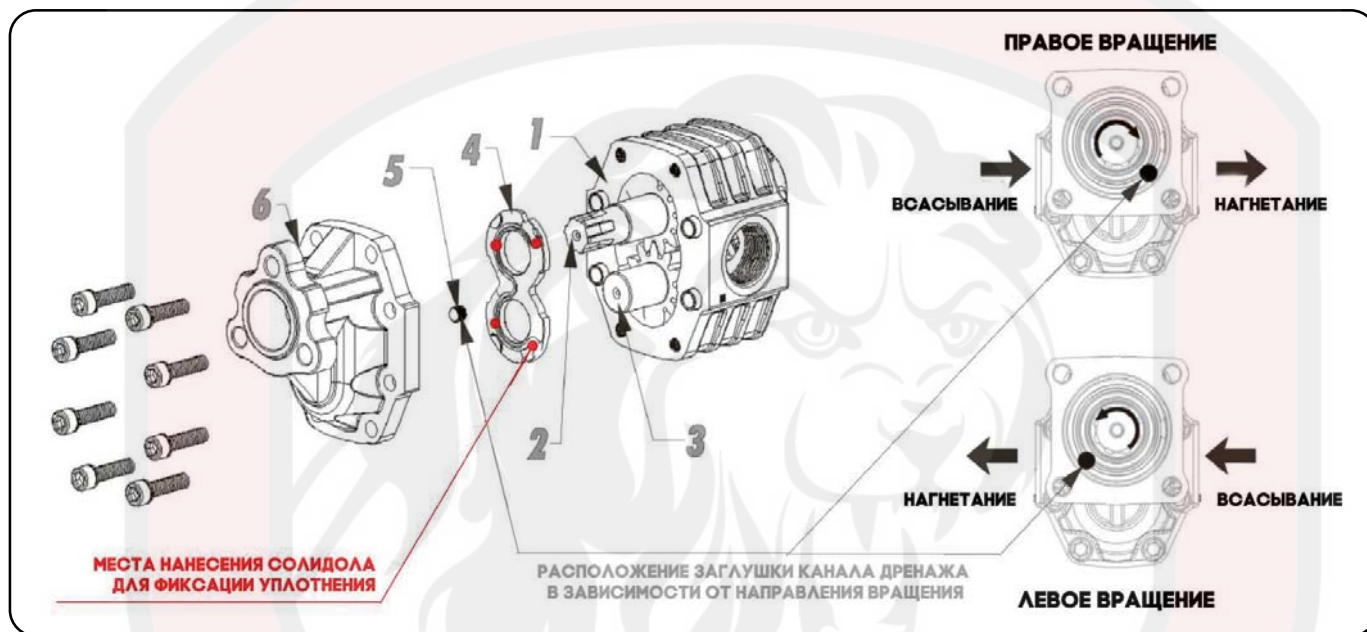

Рис. 1
1) Снять присоединительный фланец 6 (рис. 1) насоса.